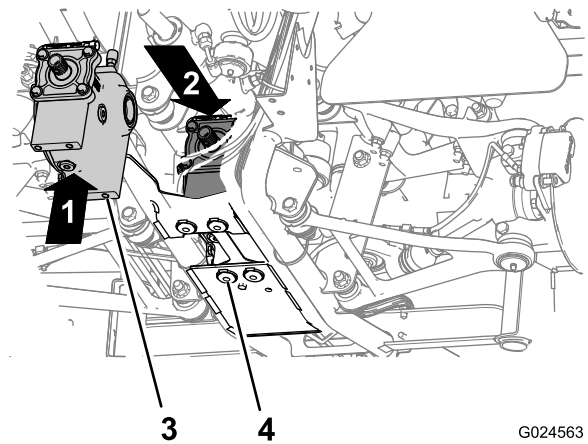

Figura 27
3. Alinee los taladros de la parte inferior del diferencial con los taladros de los soportes antivibratorios y de la placa de montaje que instaló en los pasos 1 y 2 (Figura 27).